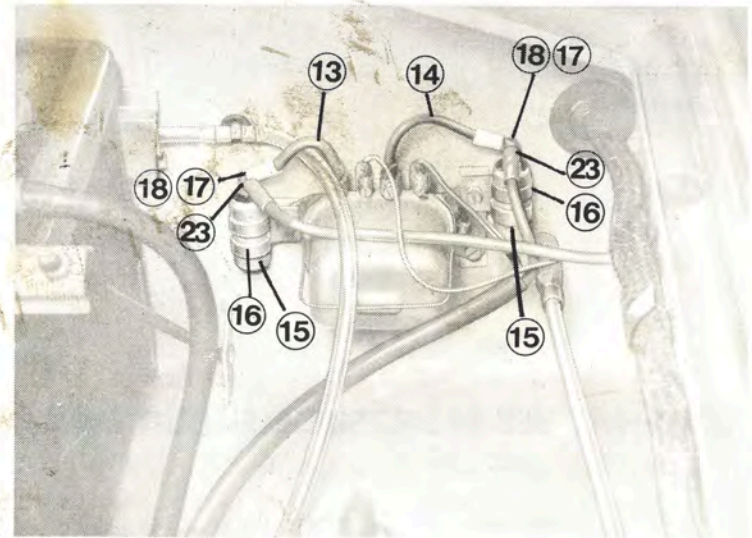

Bild 9 Entstörung des Reglerschalters
Zur Entstörung des Reglerschalters werden links und rechts je ein Entstörkondensator (15) mit Schellen (16) an den Befestigungsschrauben des Reglerschalters befestigt (siehe Bild 9).
Leitung (14) an der Klemme D + des Reglerschalters angeschraubt. Die Originalleitung und die Zusatzleitung werden mit einer Schraube (18) und Federring (17) am rechten Entstörkondensator angeschlossen (siehe Bild 9). Die Originalleitung (rot) zur Klemme 51 wird abgeklemmt und ein Kabelschuh angequetscht und verlötet.
Leitung (13) an der Klemme 51 des Reglerschalters angeschraubt. Die Originalleitung und die Zusatzleitung werden mit einer Schraube (18) und Federring (17) am linken Entstörkondensator angeschlossen (siehe Bild 9).